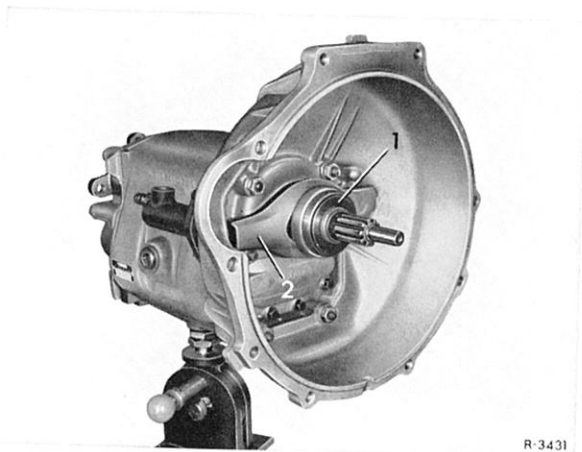

Bild 25-5/1
Das Aus- bzw. Einbauen des Ausrücklagers (1) und der Ausrückschwinge (2) besteht nur in einem Abnehmen bzw. Aufstecken der Teile. Besondere Befestigungselemente sind nicht vorhanden (Bild 25-5/1).